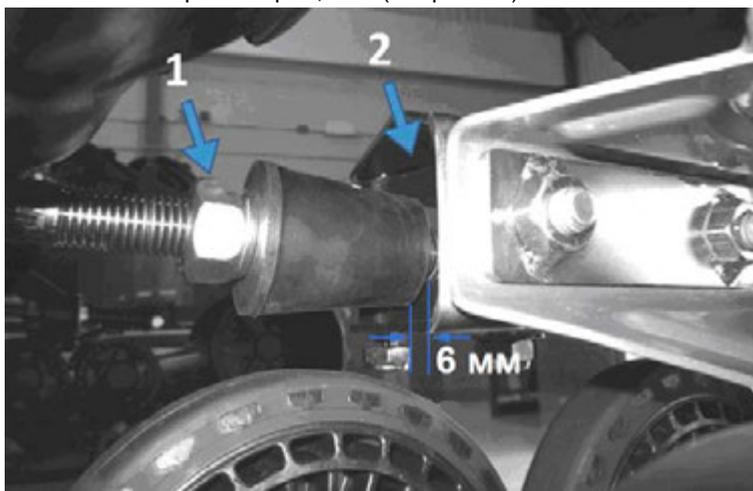

Рис. 11. Резиновый башмак
- Вращением гайки (поз.1) подогнать резиновый башмак на расстояние около 6 мм к корпусу стопора противовращения (поз.2) на **кронштейне** противовращения (см. рис. 11).